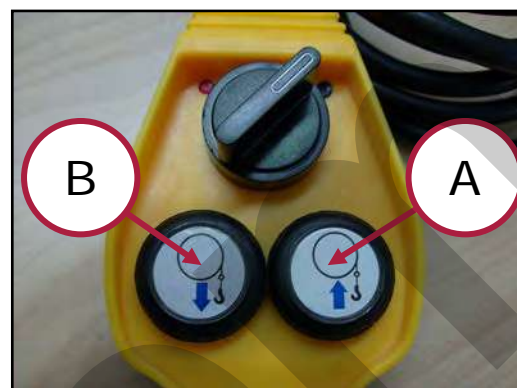

Figura 20 – Pulsanti di trazione e rilascio.
A seconda che si voglia eseguire il tiro del carico oppure il rilascio controllato è necessario premere il pulsante di trazione (A) o il pulsante di rilascio (B), presenti sulla pulsantiera portatile (Figura 20).
Per rilasciare il carico (operazione inversa alla trazione), premere l'apposito pulsante di comando sulla pulsantiera portatile (Figura 20).